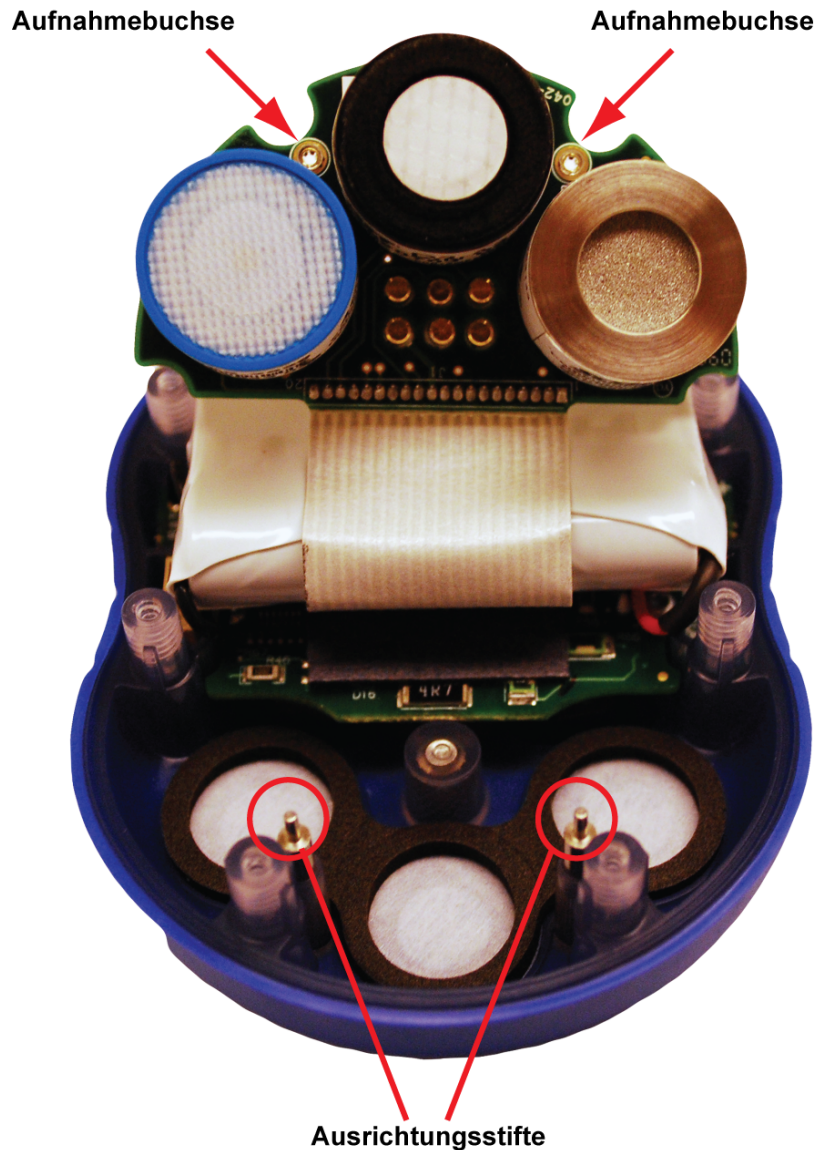

Abbildung 5-3. Stiftausrichtung
- 6) Drehen Sie die PC-Platine zurück in die Ausgangsposition und richten Sie die 2 Stifte mit ihrer Aufnahmebuchse aus. Siehe Abbildung 5-3.